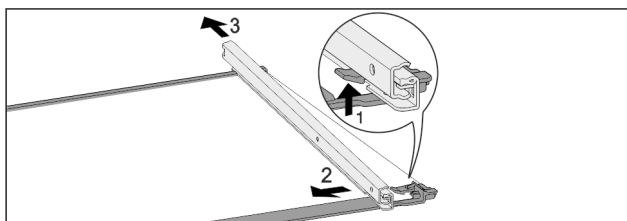

Fig. 120 Стеклопластиковая пластина с направляющими
- ▶ Отожмите передний стопорный крючок вверх. Fig. 120 (1)
- ▶ Сдвиньте выдвижную направляющую в сторону Fig. 120 (2) и назад Fig. 120 (3).